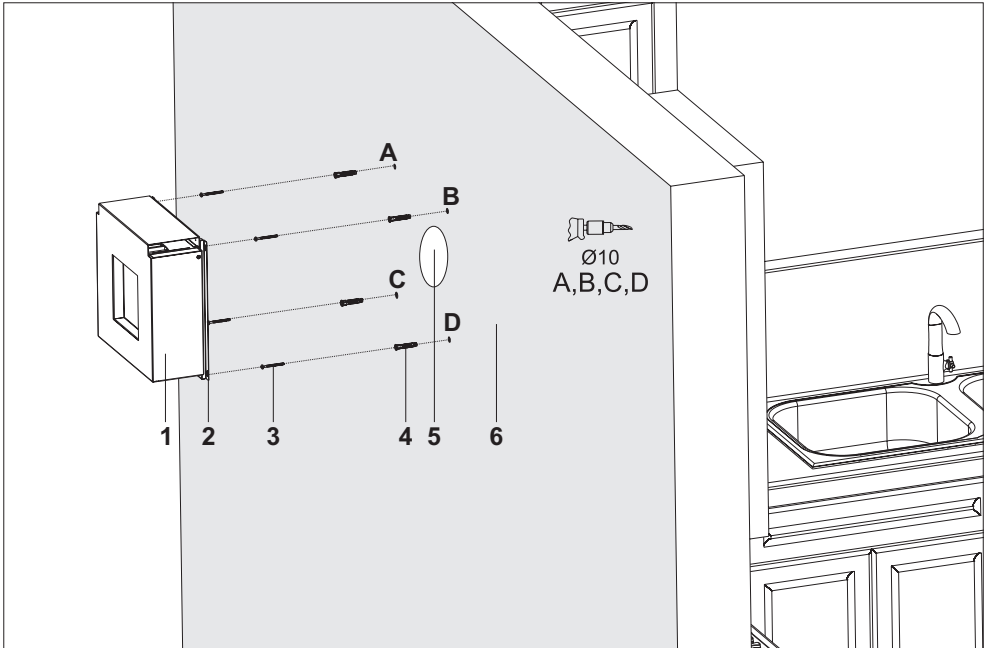

Fig. 5 SAMLING, INSTALLATION OG KOMPONENTER
Installer luftudtaget til ekstern motorenhed (3), så den vender nedad (fig. 5).
- Hæng den eksterne motor på A, B-skrueerne på væggen fra ophængspladerne. Spænd A + B monteringskrue på væggen, og stram produktet sikkert ved punkt D, C (Fig. 5).
• Indsæt Ø10mm rawplugs (4) i de borede huller som A, B, C og D og skru 5,5 x 60-vægmonteringskrue (3) ned til punkterne A + B på en sådan måde at der forbliver 5mm mellemrum mellem skruehovedet og væggen (Fig. 5).